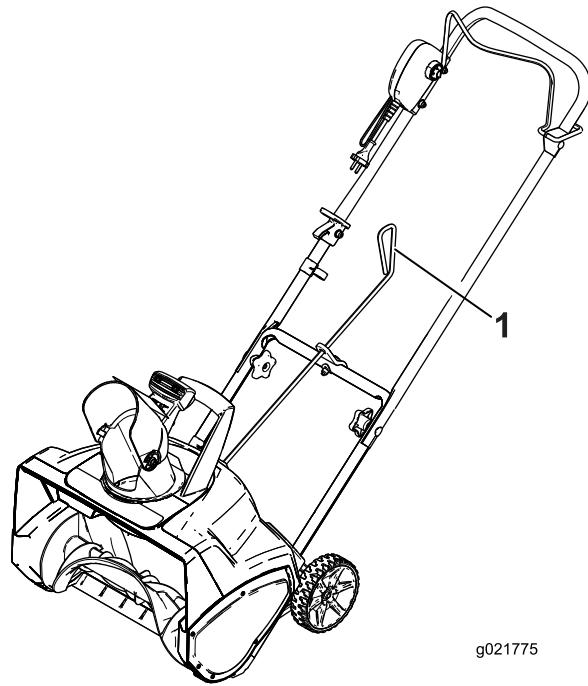

Figure 6
- Vérifiez que la poignée de la tige d'orientation de la goulotte est dirigée vers le haut (Figure 6) et insérez la tige dans le trou de clavette au dos du carter.
Pour régler la goulotte, déplacez la poignée de la tige d'orientation dans la direction où vous souhaitez éjecter la neige (Figure 6 et Figure 7).